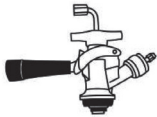

Bild 1
- 1 Versichern Sie sich, dass der schwarze Hebel am Koppler geschlossen (oben) ist, bevor Sie den Koppler am Fass anbringen (Bild 1). Stecken Sie den Koppler in den Verriegelungshals oben am Bierfass und drehen Sie ihn mit einer 1/4 Drehung im Uhrzeigersinn fest (Bild 2). Versichern Sie sich, dass der Koppler fest am Bierfass sitzt.